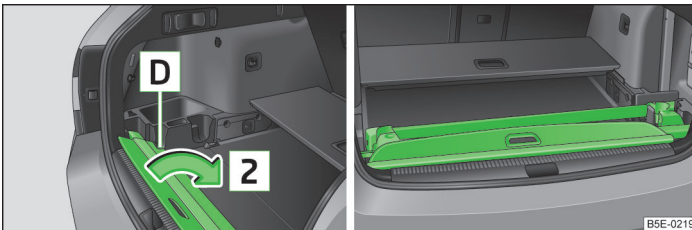

Abb. 88 Aufrollbare Gepäckraumabdeckung verstauen / Dachgepäckträger und aufrollbare Gepäckraumabdeckung richtig verstauen
- › Den Vorderteil der aufrollbaren Gepäckraumabdeckung links unter einen Teil der Seitenverkleidung **D** » Abb. 88 einschieben.
Beim **gleichzeitigen** Verstauen der Dachgepäckträger und der aufrollbaren Gepäckraumabdeckung muss der Hinterteil der aufrollbaren Gepäckraumabdeckung den hinteren Dachgepäckträger überdecken » Abb. 88.